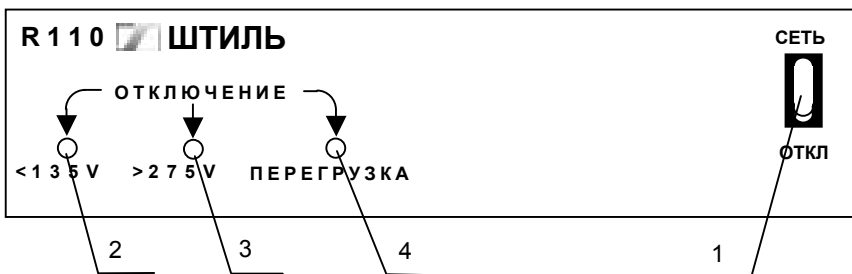

Рисунок 4.1 Передняя панель стабилизатора
На передней панели (рисунок 4.1) расположены выключатель СЕТЬ (1) и индикаторы: «<135V» (2), «>275V» (3), ПЕРЕГРУЗКА (4).